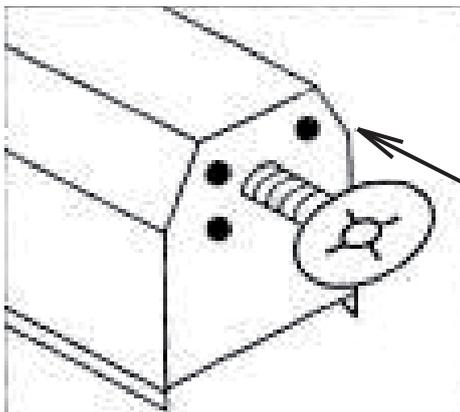

Рис. 11
3. Совместите центральное отверстие планшайбы с резьбой шпинделя (рис. 11).